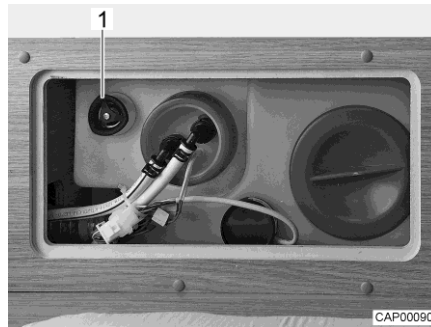

Bild 89 Vattentank med ratt
- Vrid ratten (Bild 89,1) på vattentanken moturs mot motståndet till stoppläget för att öppna utloppsöppningen helt.